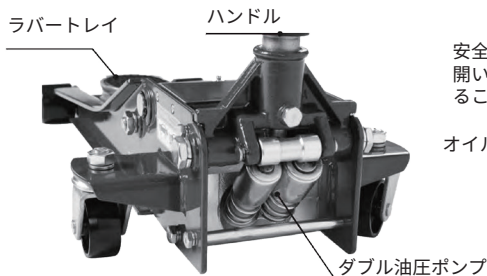

図1
- 2) ハンドルをプレスハンドホールに差し込みます（図1参照）。
- 3) ハンドルを反時計回りに回して（図1参照）、油戻し弁を開きます。